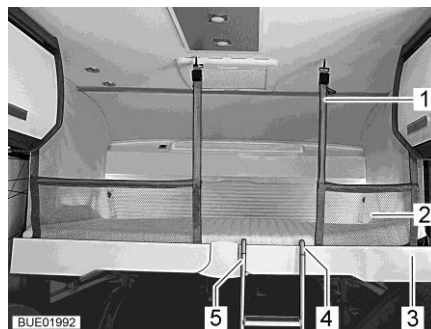

Fig. 121 Lit escamotable avec filet de sécurité tendu
Quand il y a un filet de sécurité (Fig. 121,2), ce dernier se trouve sous le matelas du lit escamotable avec les sangles de sécurité. Ne tendre le filet de sécurité qu'une fois que les personnes se trouvent dans le lit escamotable.
- Suspendre les sangles de sécurité (Fig. 121,1) aux crochets situés au plafond.
- Accrocher l'échelle à marches (Fig. 121,5) à la barre-poignée (Fig. 121,3) du lit escamotable à l'aide des deux étriers (Fig. 121,4).